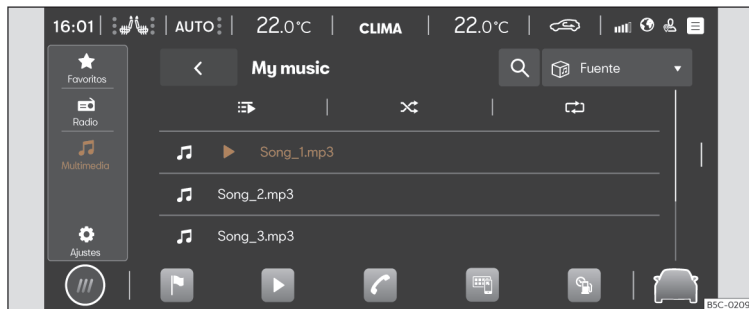

Fig. 167 Representación esquemática: Vista Multimedia.
- Pulse **HOME** > ► > 🎵 >>> **fig. 167**.